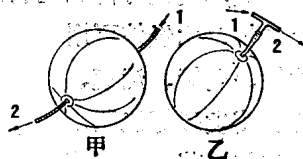

图 7 用球胆改装的气室
1、气室可用装在布袋或网袋中的改装了的球胆，如图 7 甲，空气进出口可以用胶管、塑料管或用废自行车内胎和补胎胶水自己粘成。也可以拧上两个内胎上的气门嘴，用以连接导管。也可以象图 7 乙那样，连接一支三通管。